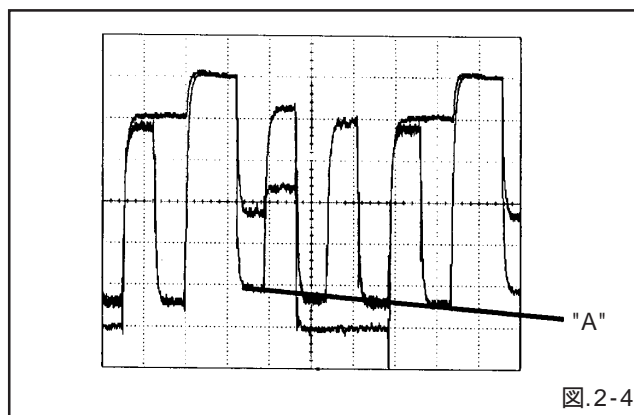

図.2-4
5. リモコン送信器の音量アップ/ダウンキーにて、"A"部が一直線になる様に調整します。(図.2-4参照)